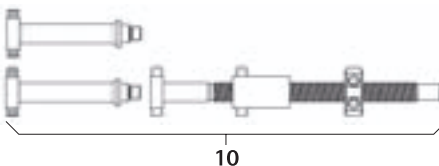

Fig. 16
- Monter le distracteur à broche **10**, voir Fig. 16.